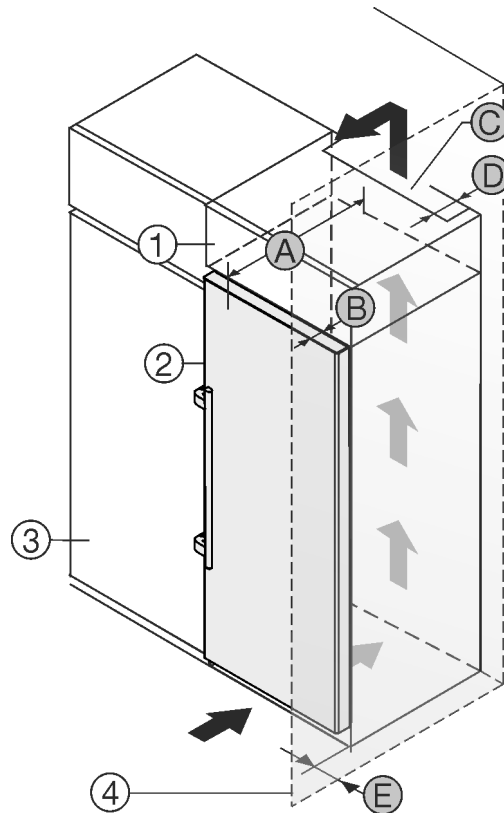

Fig. 1
Voit pystyttää laitteen suoraan jääkaapin Fig. 1 (3) viereen.
Lisäkaapin takana on oltava lisäkaapin levyinen poistoilmakuilu, jonka syvyys on Fig. 1 (D).
Katon alapuolelle on jäätävä ilmanvaihdon poikkipinta-alaa Fig. 1 (C) vastaava tila.
Jos asennat laitteen oven saranapuolen seinän Fig. 1 (4) viereen, laitteen ja seinän väliin on jätettävä vähintään 57 mm väli. Tämä vastaa kahvan ulkonemaa oven ollessa auki.
Jotta voit avata ovet kokonaan, laitteen on oltava oven syvyyden Fig. 1 (B) verran ulospäin keittiökaappien etureunasta. Keittiökaappien Fig. 1 (3) syvyyden ja välikkeiden käytön mukaisesti laite voi olla ulompana.